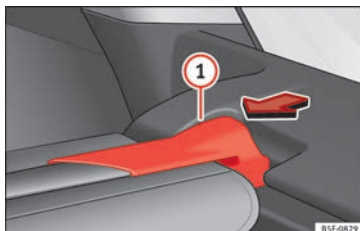

Fig. 162 Nel bagagliaio: smontare il pianale portaoggetti.
• Premere il supporto del pianale portaoggetti » **fig. 162** (1) nel senso della freccia.
• Fissare il supporto del pianale portaoggetti » **fig. 162** (1) nell'alloggiamento destro.
• Verificare che il supporto » **fig. 162** (1) sia incastrato correttamente.